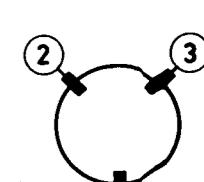

Fig. 4d
La convergenza dinamica viene regolata ribaltando l'unità di deflessione in senso verticale e orizzontale. Onde fissare l'unità di deflessione nella corretta posizione, interporre tre cunei di gomma tra il vetro del cono del cinescopio e l'unità di deflessione come indicato nella Fig.4d o 5d. Questi cunei sono disponibili in due spessori. Il cuneo dello spessore di 7 mm è disponibile al numero 4822 462 40356 e dello spessore di 11 mm al numero 4822 462 40357.
- Togliere il cuneo ① in modo da ottenere la situazione illustrata nella Fig.4d o 5d.